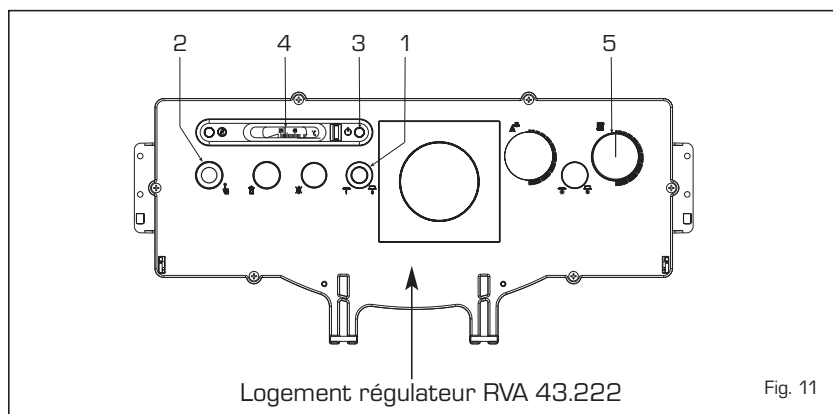

Fig. 11
Toutes les fonctions de la chaudière "2R GT OF" peuvent être gérées par le régulateur optionnel cod. 8096303, livré avec une sonde de température extérieure (SE) et une sonde d'immersion chaudière (SC). Le régulateur s'installe dans le panneau des commandes en remplacement du couvercle prévu à cet effet (fig. 11). Le régulateur est équipé d'une autre série de connecteurs à basse tension pour la liaison des sondes et de l'unité milieu ambiant (les connecteurs se trouvent dans un sachet à l'intérieur du tableau
Pour la mise en marche procéder de la façon suivante (fig. 11):
L'aquastat de sécurité à réarmement automatique étalonné à 100°C (2 fig. 11) se déclenche, provoquant ainsi l'extinction immédiate du brûleur; en cas de surchauffe accidentelle de la chaudière. Pour remettre la chaudière en marche, attendre que la température redescende sous la valeur d'étalonnage du l'aquastat.
Pour éteindre provisoirement la chaudière couper la tension en appuyant sur l'interrupteur principal (1 fig. 11). Si l'arrêt est prolongé, il faut effectuer les opérations suivantes: